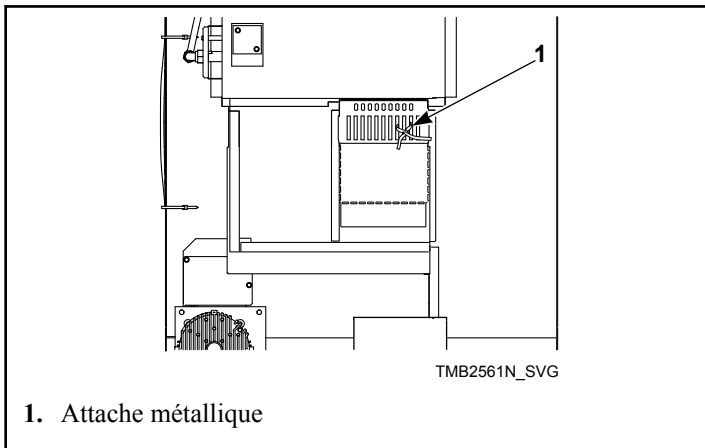

Figure 8
2. Retirez et jetez l'attache de l'interrupteur de flux d'air pour qu'il puisse pivoter librement. Voir *Figure 8*.